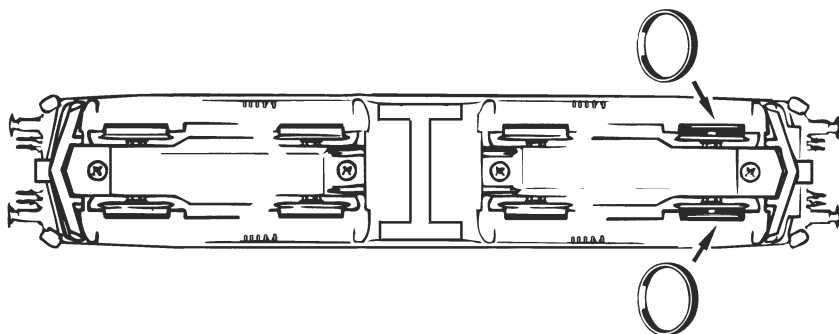

Fig. 8
**2. Schmierung:** Versehen Sie die im Schmierplan in Fig. 8 gekennzeichneten Stellen mit nur **kleinen Öltropfen**. Dazu zuerst das Lokgehäuse abnehmen (Fig. 3). Wir empfehlen den ROCO **Öler Art.-Nr. 10906**. Fürs Schmieren der Getriebeteile (Zahnräder, Schnecke) empfehlen wir das ROCO **Spezialfett Art.-Nr. 10905**. Im Falle der Schmierung diese Teile **nicht ölen**.
**goutte** aux endroits indiqués par le plan de graissage (fig. 8) après avoir démonté la caisse de la locomotive (fig. 3). Nous vous recommandons **le graisseur à huile Roco réf. 10906**. Pour graisser les engrenages (roues dentées, vis sans fin) nous vous conseillons la **graisse spéciale Roco réf. 10905** pour engrenages en matières synthétiques. Lorsque vous utilisez cette graisse il faut éviter d'huiler ces composants.
**2. Lubrication:** Apply **tiny oil drops** to spots marked in fig. 8. Prior to lubrication dismantle locomotive (fig. 3). We recommend using item no. **10906, Roco oiler**. For lubrication the gear-parts (e.g. cog-wheels, worm) we would recommend our Roco **special grease** (item no. **10905**).